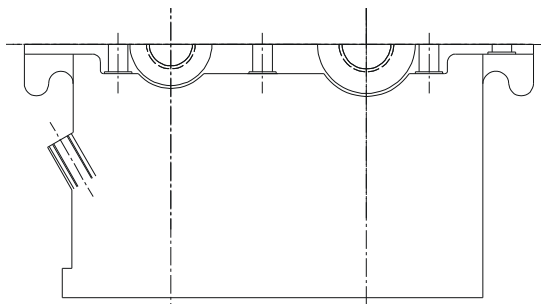

图 8-3-12
STEP 15 把该三条偏移出来的斜线镜像，形成螺孔的另一边，如图 8-3-12 所示。